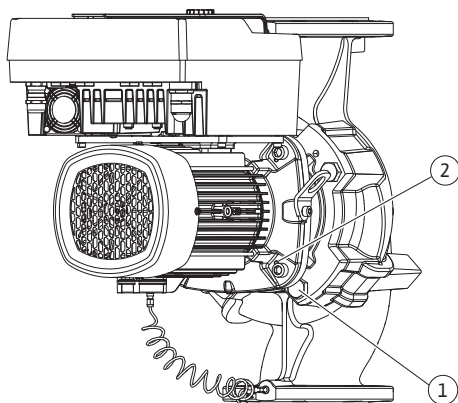

Fig. 104: Odmik vtičnega kompleta prek navojnih izvrtin (DN 100 ... DN 125)
23. Potisnite vtični komplet z ohišja črpalke. V ta namen uporabite dve navojni izvrtini (glejte Fig. 104, poz. 1).
33. Za odmik vtičnega kompleta od ohišja črpalke uporabite dve sosednji navojni izvrtini (Fig. 104, poz. 1) in ustrezne vijake (npr. M10 x 25 mm), ki so na voljo na mestu vgradnje.